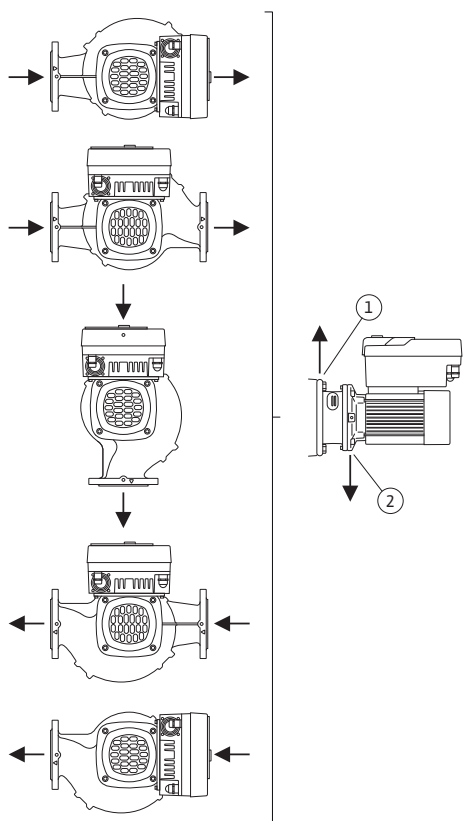

Fig. 10: Positions de montage autorisées avec arbre de moteur horizontal
La Fig. 10 illustre les positions de montage autorisées avec arbre de moteur horizontal et module électronique orienté vers le haut (0°).
La purge de la pompe est optimale lorsque la soupape d'échappement est orientée vers le haut (Fig. 10, pos. 1).
Cette position (0°) permet d'évacuer les condensats par les perçages existants, la lanterne de pompe et le moteur (Fig. 10, pos. 2).